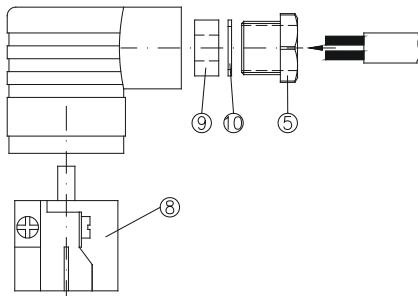

Abb. 8
- ↳ Führen Sie die Anschlussleitung durch die Kabelverschraubung ⑤, den Druckring ⑩ und den Gummieinsatz ⑨ in die Leitungsdose ein (→ Abb. 8).